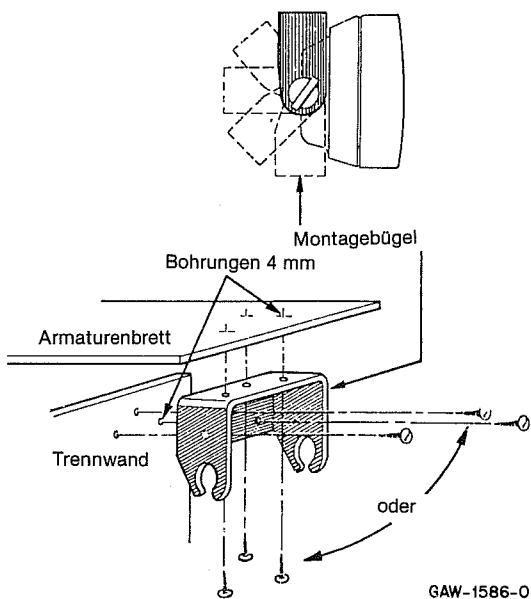

Abbildung 5
(1) Den Lautsprecher durch Lösen der beiden Flügelschrauben vom Aufhängebügel trennen.
(2) Eine geeignete Einbaustelle festlegen.
(3) Mit dem Bügel als Bohrschablone die drei Bohrungen an der vorgesehenen Einbaustelle markieren.
(4) Nach Körnung der markierten Stellen Löcher mit einem Durchmesser von 4 mm bohren.
(5) Den Befestigungsbügel mit Hilfe der mitgelieferten Blechschrauben befestigen (Abbildung 5).